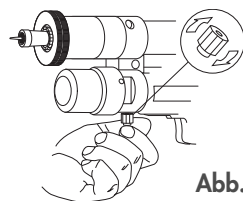

Abb. 15
- 2) die Schutzmutter umdrehen und auf das Gewinde der Antilockiereinrichtung (C) (Abbildung 15) aufschrauben;